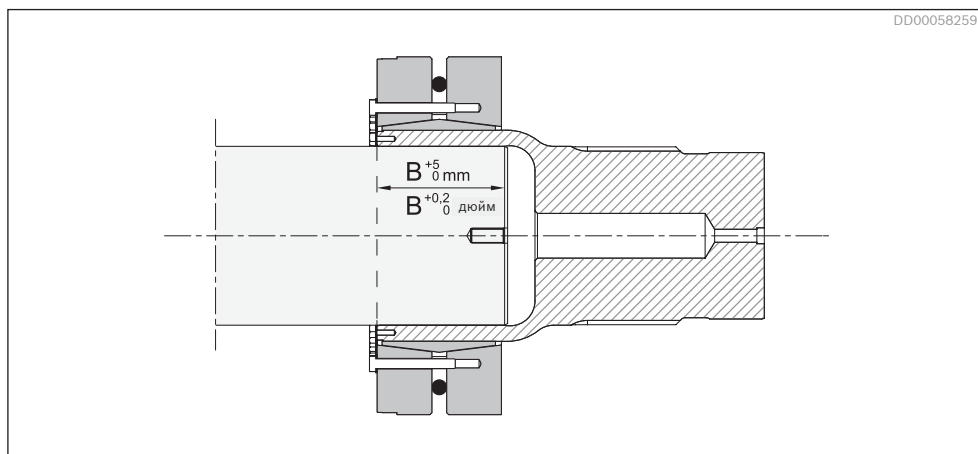
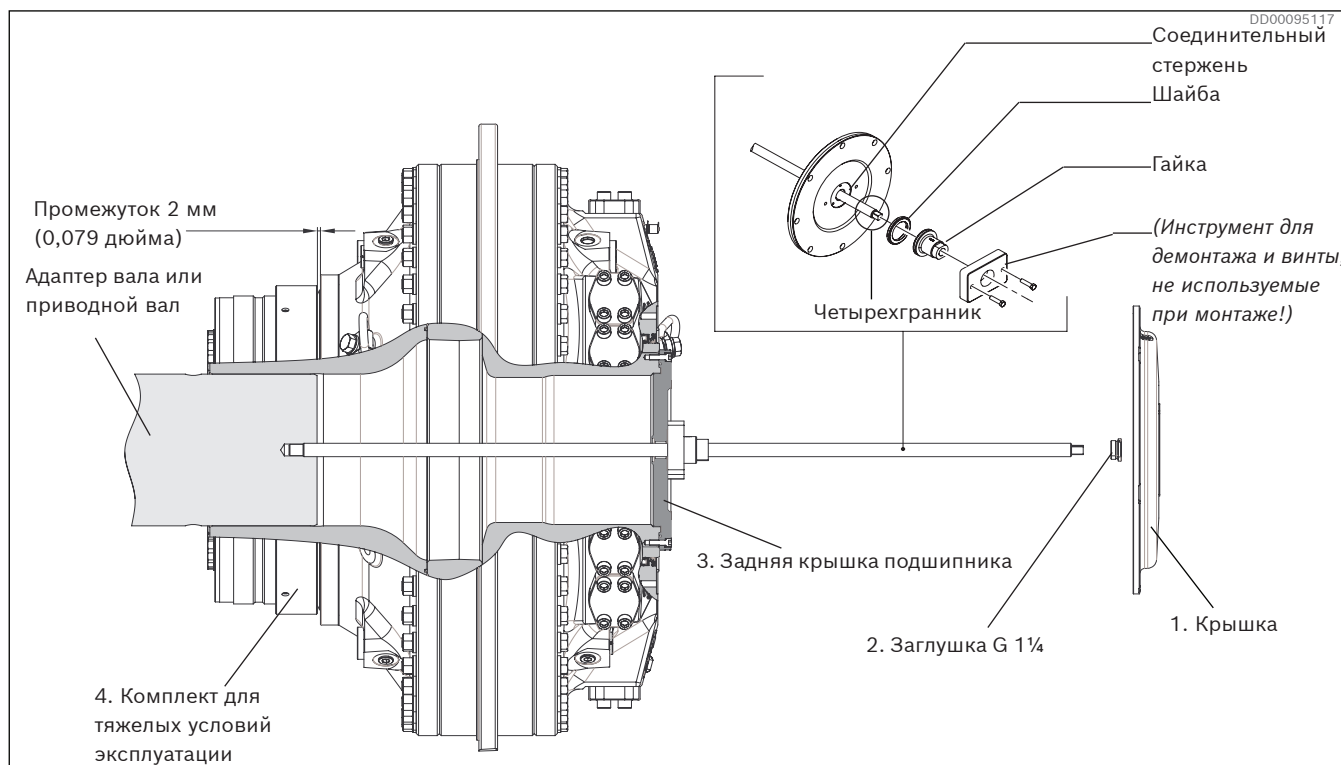

Рис. 42. Приводной вал без канавки для снятия напряжения
Рис. 48. Монтаж мотора, оснащенного муфтой, с использованием оправки
5. Установите адаптер вала на вал, поворачивая гайку на оправке до достижения указанного монтажного расстояния (расстояние В, см. Рис. 42, Рис. 43 и Табл. 14).
Для обеспечения требуемой установочной длины соединения следует, например, измерить и нанести метки на приводной вал. Это особенно важно, если приводной вал имеет канавку для снятия напряжения. См. Рис. 42, Рис. 43 и Табл. 14.
1. Снимите крышку (1) вместе с винтами и шайбами.
2. Удалите заглушку G1¼ (2).
4. Установите оправку, пропустив соединительный стержень через центр мотора, и вкрутите его в приводной вал, поворачивая гаечным ключом четырехгранник на конце оправки. Установите шайбу и затем прижмите гайку к задней крышке подшипника (3). См. Рис. 48.
5. Установите мотор на вал, поворачивая гайку на оправке, до достижения длины, указанной в Табл. 14; см. Рис. 42 и Рис. 43.
8. Установите заглушку G1¼ (2).
9. Установите заднюю крышку подшипника (3) и затяните винты с шайбами. Крутящий момент 81 Нм (59 фунтов силы-фут).
10. Отрегулируйте комплект для тяжелых условий эксплуатации (4) согласно Рис. 48 и затяните стопорные винты M10 поэтапно крест-накрест до момента 25 Нм (18 фунтов силы-фут).
11. Проверьте зазор согласно Рис. 48 после испытания.
6. Для обеспечения требуемой установочной длины соединения следует, например, измерить и нанести метки на приводной вал. Это особенно важно, если приводной вал имеет канавку для снятия напряжения. См. Рис. 42, Рис. 43 и Табл. 14.